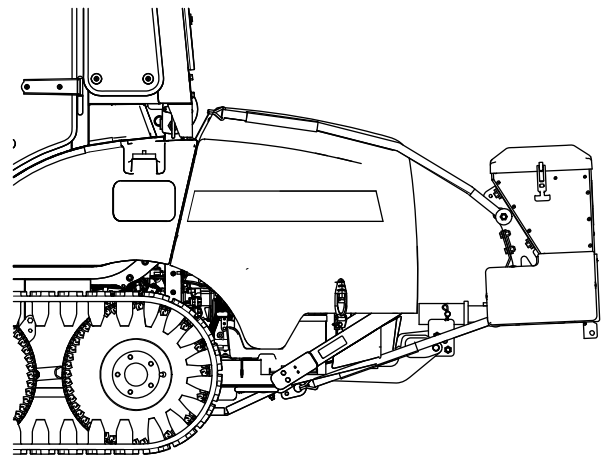

Bild 18
1. Verbinden Sie die Streuerkupplung mit der Fahrzeugkupplung und richten Sie die zweite Befestigungsöffnung an der Streuerkupplung mit der Öffnung in der Fahrzeugkupplung aus (Bild 18).